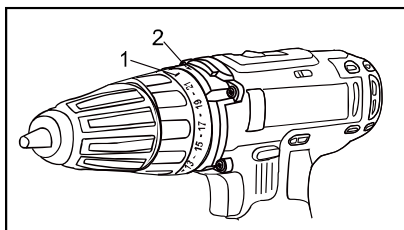

Рис. 3
Поверните кольцо (Рис. 3) до совмещения необходимой цифры со стрелкой (2) Для правильной установки используйте таблицу ниже.